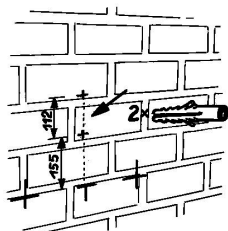

Рис. 2
4. Просверлите отверстия в стене в соответствии с разметкой и установите дюбеля (рис. 2).